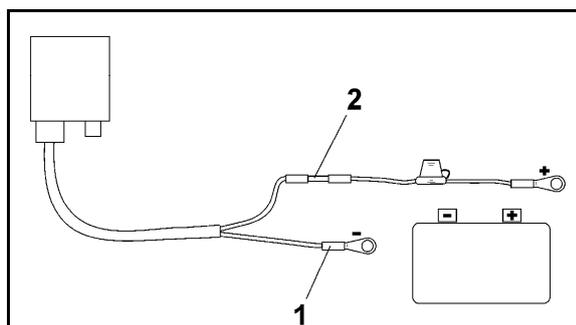

Fig. 4
4. Introducir el conductor de cable azul (masa) en una lengüeta redonda (Fig. 4/1).
6. Introducir el conductor de cable marrón (+ 12 voltios) en el extremo libre del acoplamiento de impulso (Fig. 4/2)
8. Encoger el acoplamiento de impulso (Fig. 4/2) con una fuente de calor (mechero o secador) hasta que se suelte el pegamento